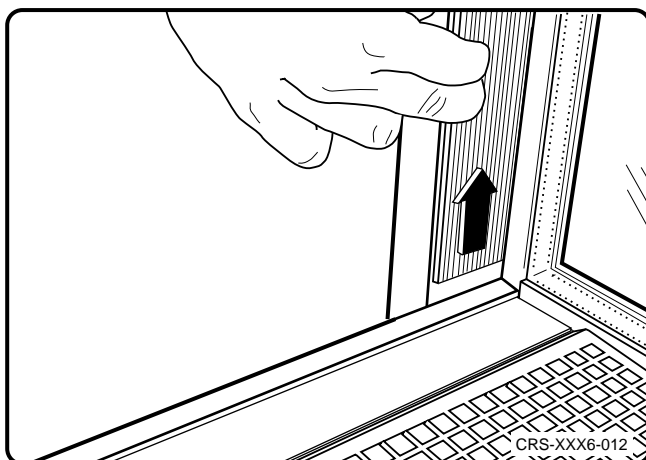

Fig. 5
- Desplazar el recubrimiento algunos centímetros hacia arriba para que quede libre en el borde inferior (véase la fig. 5).
- Desloque a cobertura alguns centímetros para cima, para que possa libertar-se em baixo (ver fig. 5).
- Afdekking enkele centimeters naar boven schuiven zodat deze aan de onderrand vrijkomt (zie afb. 5).